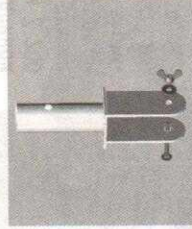
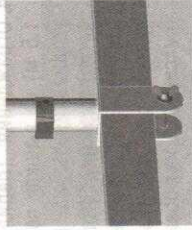

Рис. 7
Рис. 8
4. Использовать соединительные вилки-адаптеры (рис. 7 и рис. 8) для установки вертикальных рам модуля А (или модуля К) на траверсу.